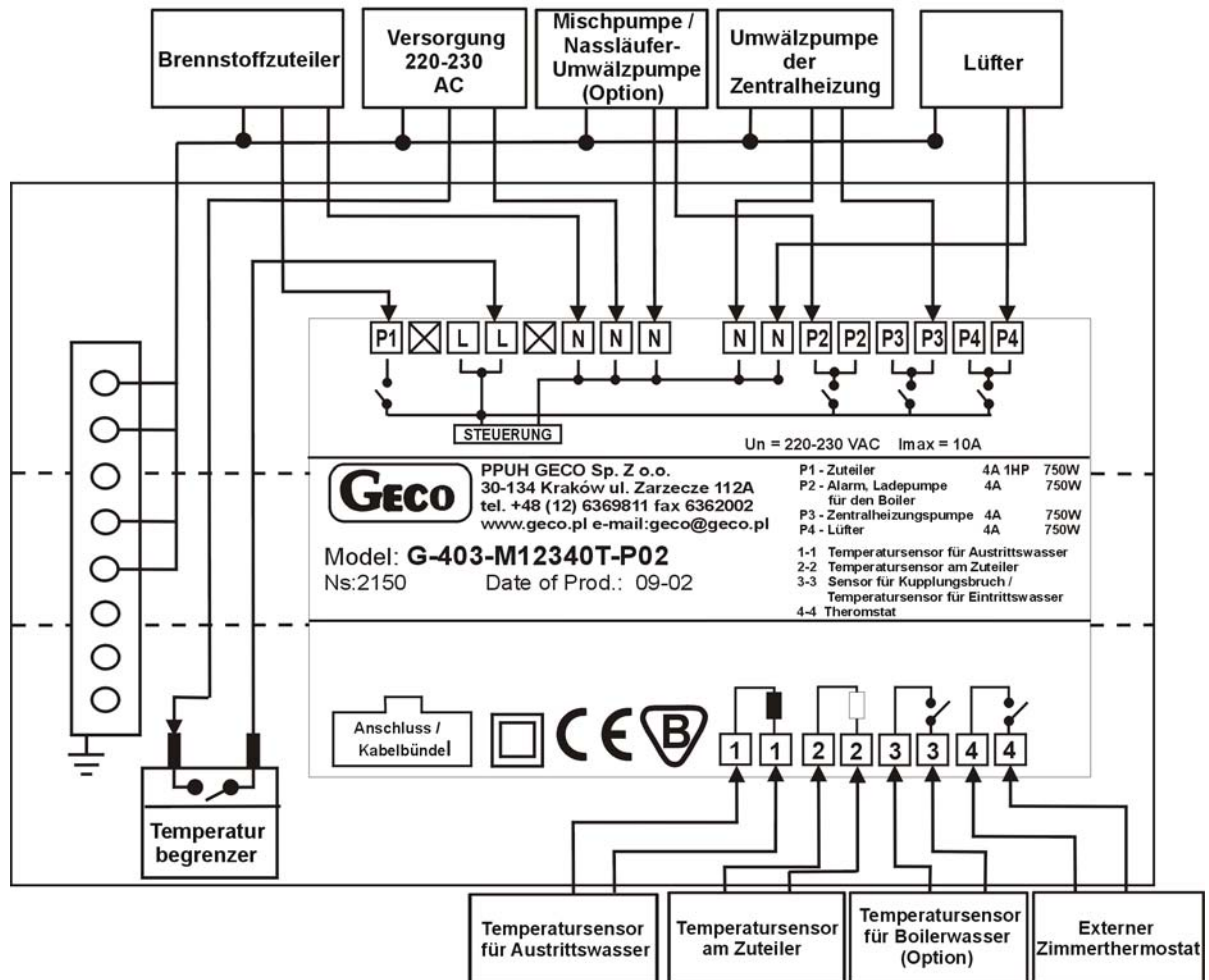

Abb. 2 Schema für den Anschluss der Geräte und der Sensoren an den Regler G-403-P02.
Der Regler wurde um die Option der Stabilisierung der Mindesttemperatur am Kessel durch die an den Alarmausgang angeschlossene Mischpumpe erweitert (siehe: Abb. 2)
3. den Sensor der Nutzwassertemperatur an die Kontakte des Reglers anschließen wie in Abb.2
Der Regler G-403-P02 ist zur Bedienung eines externen Thermostats (\Rightarrow Abb. 2) beliebigen Herstellers (z.B. EUROSTER, AURATON, usw.) vorbereitet, der bei Aktivierung seine Ausgangskontakte kurzschließt und den Kessel sperrt.